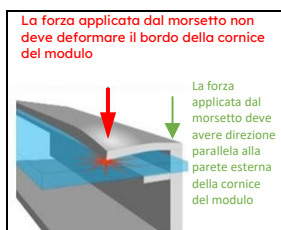

Figura 1 Forza applicata dal morsetto
- 2) **Morsetti o pinze a pressione:** montare il modulo con i morsetti sul lato più lungo della cornice del modulo. La mezzaria delle pinze deve essere ad una distanza dal lato corto del modulo compresa nel range di distanze indicate nella Appendice. Gli addetti all'installazione dovranno accertarsi che i morsetti siano sufficientemente resistenti da sopportare il massimo carico previsto sul modulo in fase di progettazione. I morsetti e le pinze a pressione non sono venduti da Maxeon. I morsetti o le pinze a pressione devono applicare una forza la cui direzione è parallela alla parete esterna della cornice del modulo e non solo al bordo superiore della telaio. I morsetti non devono applicare una forza eccessiva al telaio, piegare la parte superiore del telaio o essere in contatto con il vetro: queste pratiche annullano la garanzia del modulo e rischiano la rottura del telaio e del vetro. La figura 1 illustra la direzione della forza esercitata dai i morsetti o le pinze a pressione.